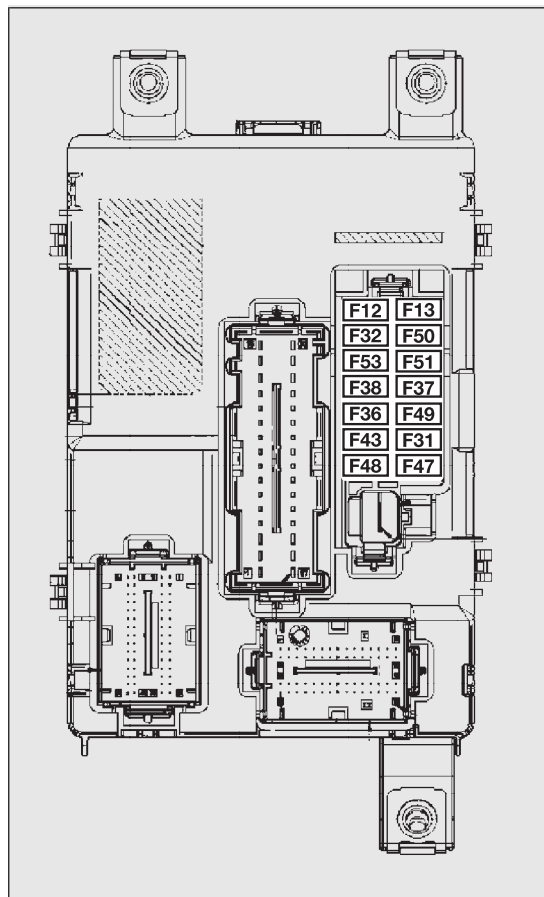

fig. 173
I fusibili si trovano nelle due scatole portafusibili raffigurate in fig. 173.
**DISPOSITIVO PROTETTO - fig. 173**